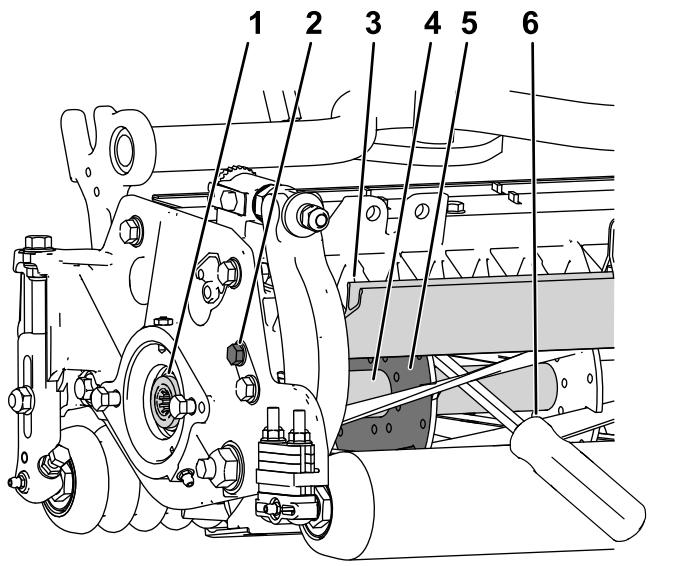

Figure 42
- Desserrez le boulon du déflecteur sur le côté gauche de l'unité de coupe et levez le déflecteur arrière (Figure 42).
- Insérez un levier à long manche ($\frac{3}{8}$ " x 12" avec manche de tournevis) à l'arrière du cylindre de coupe, du côté le plus proche de l'unité de coupe que vous allez serrer (Figure 42).
- Placez le levier contre le côté soudé de la plaque de support du cylindre (Figure 42).